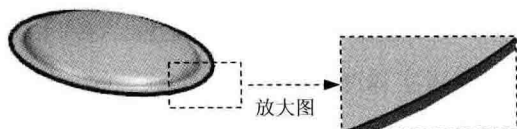

图 1.8 选取模型边线
(2) 选取图 1.8 所示的模型边线为路径, 在 **平面位置** 区域的 **位置** 下拉列表中选择 **弧长百分比** 选项, 然后在 **弧长百分比** 后的文本框中输入数值 50, 单击 **选择水平参考 (0)** 后的 按钮。